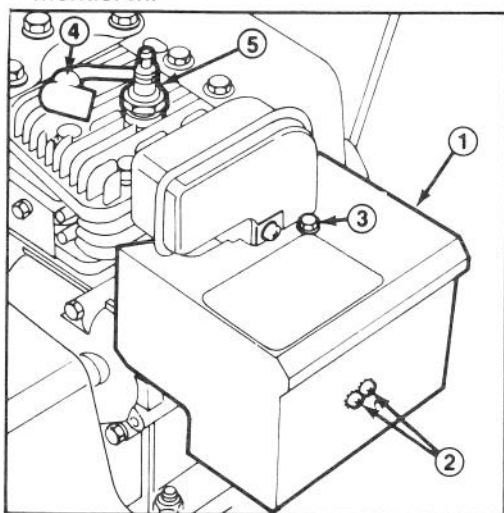

Abbildung 15
Anmerkung: (Nur Modell 521) Wird der Motor bei über +4° C betrieben, muß der Vergaservorwärmkasten abgenommen werden (Abb. 15); bei Temperaturen unter +4° C bleibt er am Gerät. Abnehmen des Vorwärmkastens:
- A. Die Kreuzschlitzschraube und Sechskantschraube, mit denen der Vorwärmkasten befestigt ist, entfernen. Den Chokeknopf von der Chokestange abziehen (Abb. 15).
1. Das Hochspannungskabel auf die Zündkerze stecken (Abb. 15).
Um unbeabsichtigtes Starten des Motors bei Wartungsarbeiten zu verhindern, den Zündschlüssel auf **AUS** drehen und abziehen. Dann das Hochspannungskabel von der Zündkerze lösen (Abb. 15) und so sichern, daß es mit der Kerze nicht in Berührung kommen kann.